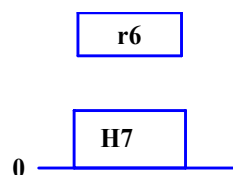

Рис.1
4. На рис.1 показана схема полів допусків посадки: